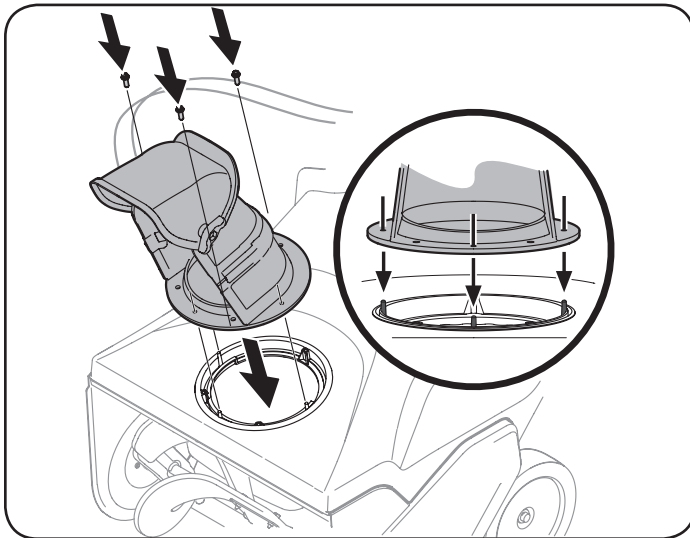

Figura 5
2. Alinee los orificios de la base del canal con los orificios del canal inferior y sujételo con los tornillos que extrajo anteriormente. Vea la Figura 5.